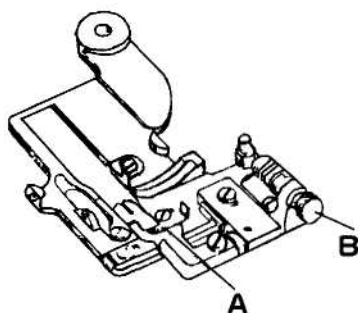
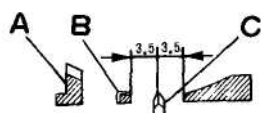
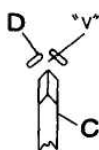

Рис. 12
Рис.25
Рис. 26
(рис. 12)
Ось симметрии подрубочного диска «С» совмещается с осью паза держателя ткани игольной платины «А» (рис. 25); ось клиновидного паза держателя ткани «D» совмещается с осью подрубочного диска «С» (рис. 26).
2. После ослабления стопорного винта «Е» манжеты «D» и стопорного винта «G» коленчатого вала «F» переместите подрубочный диск влево или вправо, чтобы установить подрубочный диск в необходимое положение (рис. 25), затяните стопорный винт «Е» и «G». Убедитесь, что вал подрубочного диска не болтается и легко вращается. Вал подрубочного диска не должен соприкасаться ни с левой прижимной лапкой, ни с правой.
3. Ослабьте винт держателя ткани «А», переместите держатель ткани «D» (рис. 12) влево и вправо так, чтобы ось клиновидного паза держателя материала совместились с осью подрубочного диска (рис. 26). Затяните винт держателя ткани.